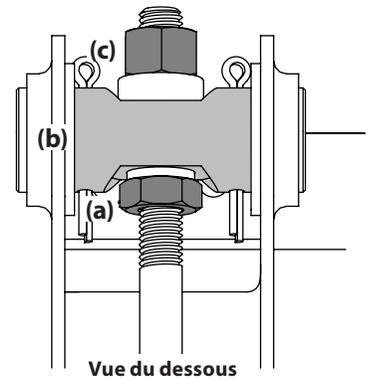

Figure 4-7
5. Pour relever le devant du plateau de coupe, desserrez les écrous autobloquants (a) à l'avant des axes de pivot (b) à l'aide d'une clé. Ensuite, serrez les contre-écrous (c) situés à l'arrière des axes de pivot pour relever le devant du plateau de coupe et le maintenir en place. Voir Figure 4-7.
6. Pour abaisser le devant du plateau de coupe, desserrez les contre-écrous (c) à l'arrière des axes de pivot (b) à l'aide d'une clé. Ensuite, serrez les écrous autobloquants (a) à l'avant des axes de pivot pour abaisser le devant du plateau de coupe et le maintenir en place. Voir Figure 4-7.